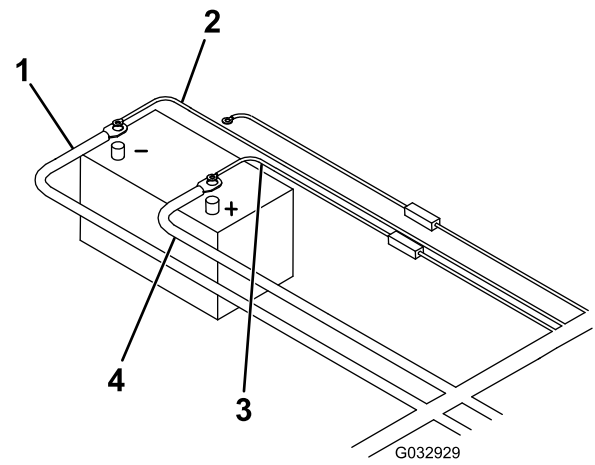

Figura 18
23. Conecte el cable de energía/puesta a tierra negro al terminal negativo (-) de la batería (Figura 18).
24. Conecte el cable marrón al terminal negativo (-) de la batería (Figura 18).
25. Conecte el extremo libre del cable de la batería al terminal positivo (+) de la batería (Figura 18).
26. Conecte el cable con fusible rojo al terminal positivo (+) de la batería (Figura 18).